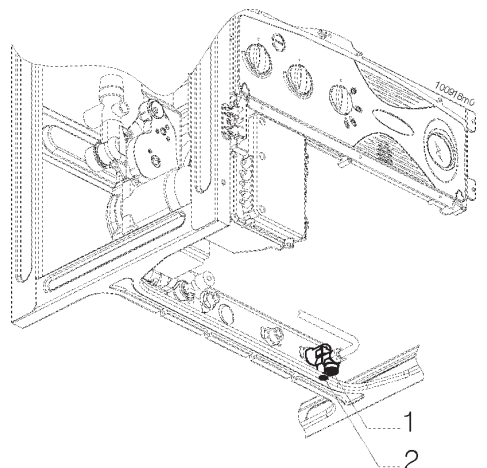

Figura 34 -
- se la temperatura dell'acqua è troppo fredda occorre ridurre la portata dell'acqua attraverso il selettore "2" (vedi figura 34) fino al raggiungimento della temperatura desiderata.